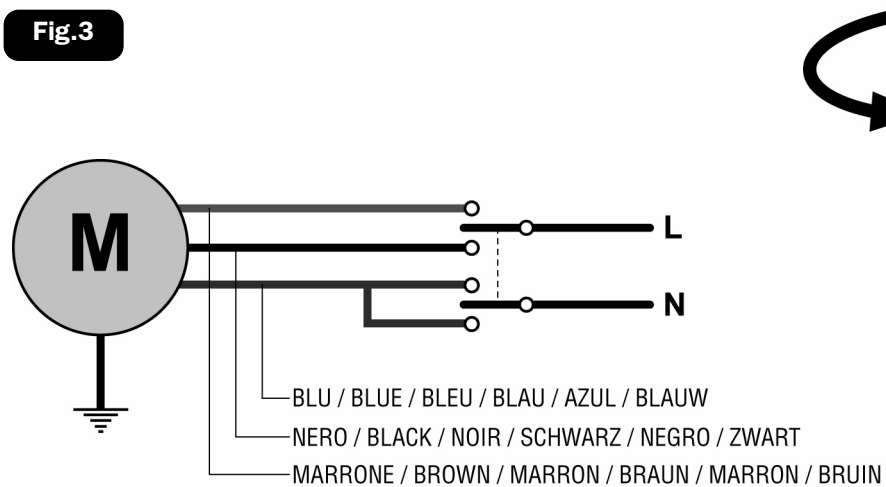

Fig.3
- Prevedere a monte del circuito un sezionatore bipolare con una distanza di apertura di almeno 3mm. (fig.3)
- Per cambiare il senso di rotazione, invertire i conduttori marrone e nero. (fig.3)
- Operators must be installed with a bipolar switch with a minimum contact clearance opening distance of at least 3mm (fig.3).
- Reverse the brown and black cables, in order to change the direction of revolution (fig.3)
- Pour changer le sens de rotation, renverser les conducteurs marron et noir (fig. 3).